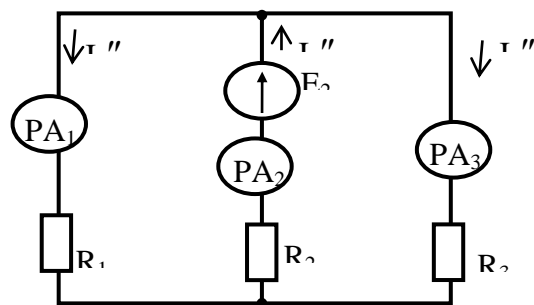

Рисунок 6.3 – Схема 3 для определения токов по методу наложения
6. Рисунок 6.3 – Схема 3 для определения токов по методу наложения.